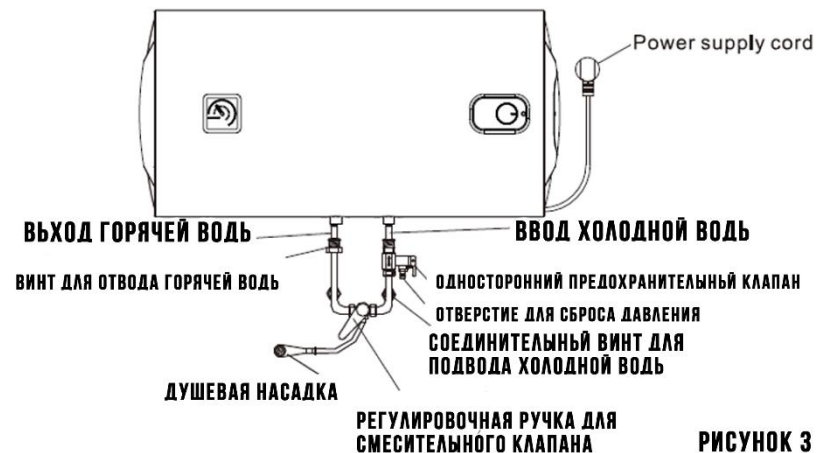

РИСУНОК 3
3. Установите розетку в стене. Требования к розетке следующие: 250V/116A, однофазный, три электрода. Рекомендуется размещать розетку справа над нагревателем. Высота розетки до земли должна быть не менее 1,8 м (см. рис. 3).
3. Во избежание утечки при соединении трубопроводов, на конце резьбы необходимо установить резиновые уплотнительные прокладки, поставляемые с машиной (см. рис. 3).